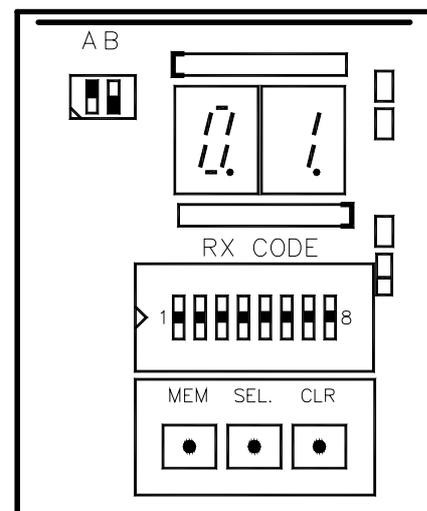

Fig.7
2. Enlever le couvercle de la centrale et positionner le dip-switch "S1/A" en haut; le display s'allume et indique avec "01" la première zone à codifier, voir fig.7.